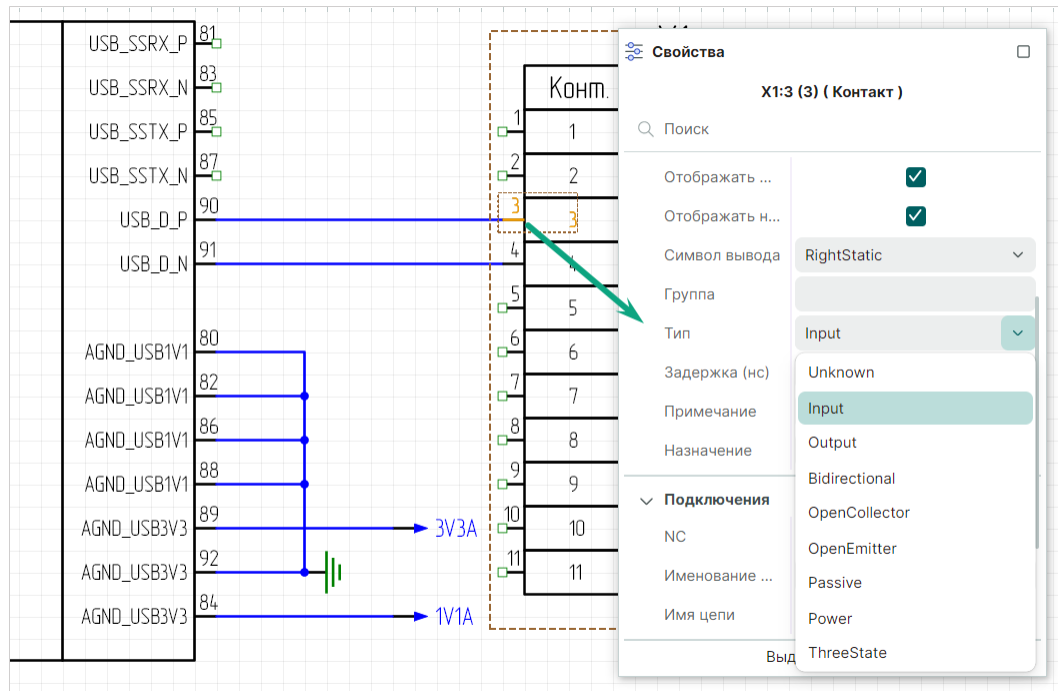

Рис. 143 Определение типа контакта элемента дифференциальной цепи
4. В окне «Свойства» → «Вывод» → «Тип» выберите тип контакта Input, см. Рис. 143.